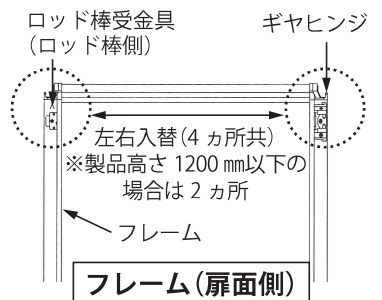

図 13
- (1) 扉を外します。(上記●扉の取外方法 参照)
- (2) フレーム(扉面側)に取付いているギヤヒンジとロッド棒受金具(ロッド棒側)を左右 4(2※)カ所入替えます。(図 13)